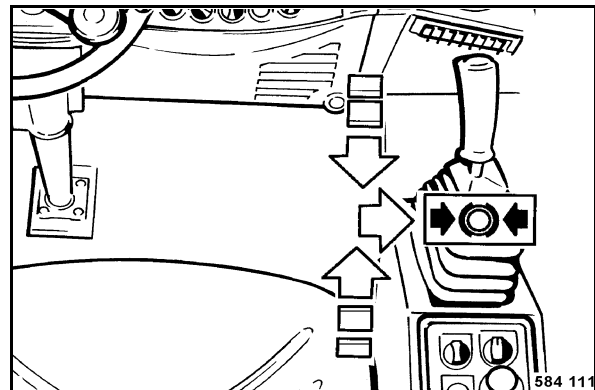

Fig. 58
- Ramener lentement le levier de commande de marche (Fig. 58) sur position neutre puis l'engrainer vers la droite sur position de freinage.